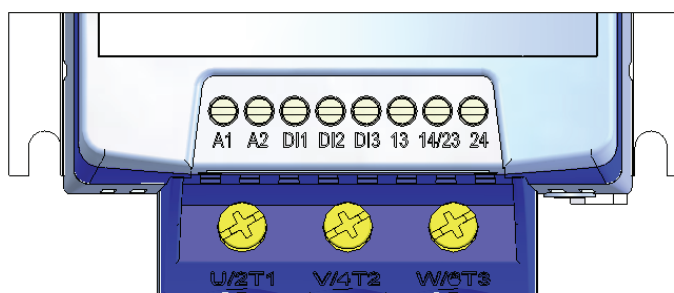

Figura 3.9 - Terminales de control de la SSW-07
3.2.7 Conexiones de Señal y Control Las conexiones de control (entradas digitales y salidas a relé) son hechas a través de los terminales (mirar posicionamiento en la figura 3.9).